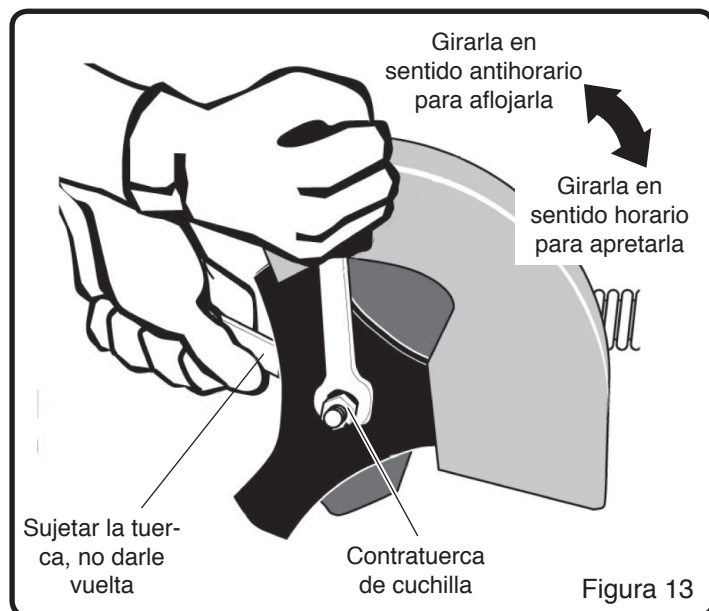

Figura 13
3. Retirar la contratuerca de la cuchilla que sujeta la cuchilla al eje de impulsión. (Véase la Figura 13)
Para retirar o apretar la contratuerca de la cuchilla, siempre utilizar el método mostrado en la Figura 13. Siempre colocar la llave de sujeción sobre la tuerca detrás de la cuchilla.